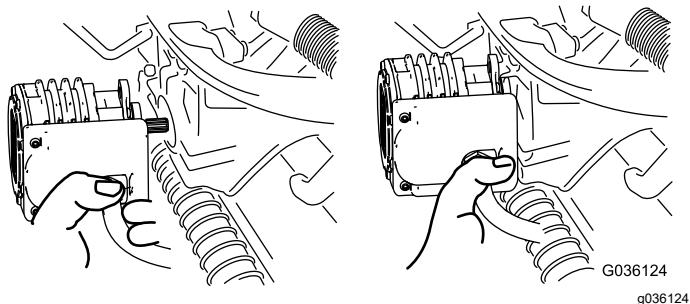

Figure 64
5. Amenez le moteur à la position de rangement sur l'avant du bras de suspension (Figure 64).